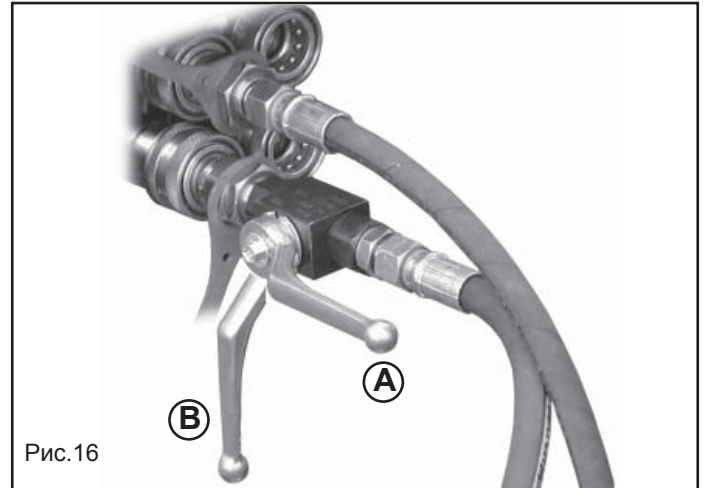

Рис.16
- Чтобы полностью открыть боковые рамы, переместите выключатель (5) в позиции (а) / (b), отойдите кран установки (А, Рис. 16) и приведите в действие гидродинамический распределитель трактора.
- Закрыть боковые рамы, следуя указаниям, приведенным в главе 4.4.3, а так же кран установки (В, Рис. 16).